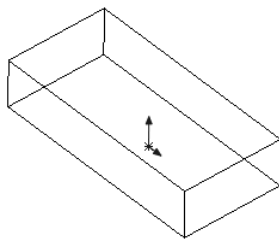

图 1-51 线架图模型
- 05 单击“线架图”按钮, 其显示效果如图 1-51 所示。